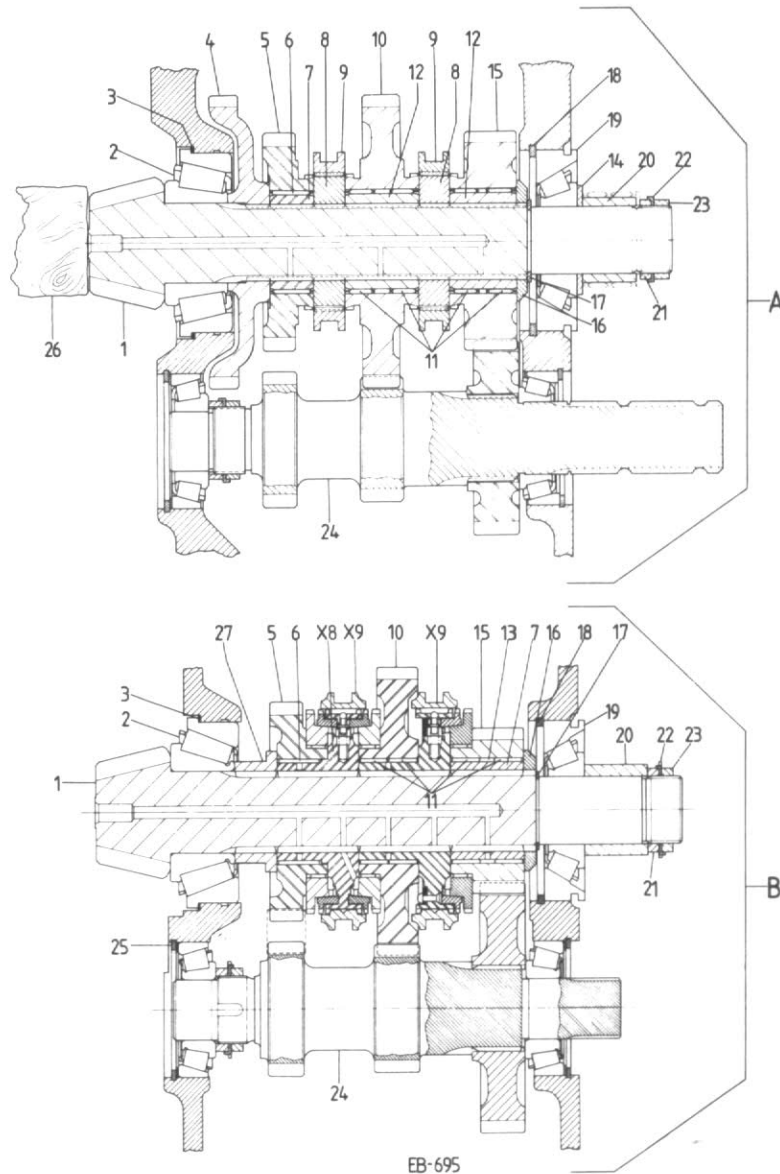

Figure 82
- 3 - Entretoise (20) ou bague intérieure de roulement avec réducteur
NOTE : sur les ensembles avec réducteur de vitesse, les écrous 22 et 23, figure 82, sont montés au Loctite. Il peut être nécessaire de chauffer la bague pour détruire la couche de Loctite, sinon le métal peut céder et la gorge (2) être détruite.
Sur tracteurs standards (2 RM) équipés de l'entretoise (27) fig. 82, poussez vers l'arrière l'arbre assemblé jusqu'à ce que le pignon (5) touche le carter. Déposez le roulement (19). Sortez les circlips (18 et 17) de leurs gorges. Poussez l'arbre assemblé vers l'arrière; sortez en les faisant glisser les éléments et retirez-le du carter.
Retirez les écrous (21 et 23) afin de pouvoir déposer l'arbre secondaire assemblé (A) Fig. 82.
Sur entraînement 4 RM (équipés du pignon 4), retirez le roulement (19) Figure 82.
Montez d'abord l'ensemble de l'arbre secondaire en dehors du carter de transmission afin de vérifier l'épaisseur de la rondelle de butée (16, Fig. 82).
Lorsque vous réutilisez le même arbre secondaire (1, Fig. 82) et le même carter de transmission, mettez également en place la même cale (3).